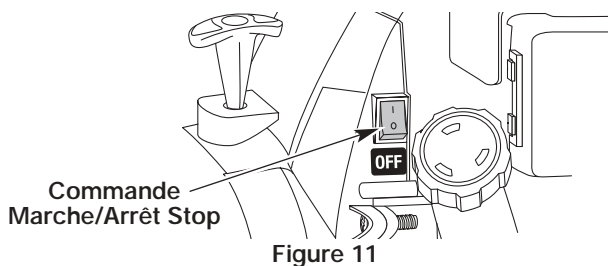

Figure 11
3. Mettez la commande de Démarrage / Arrêt en position de **DÉMARRAGE [I]** (Fig. 11).
1. Mettez la commande de Démarrage / Arrêt en position de **DÉMARRAGE [I]** (Fig. 11).
2. Mettez la commande Marche/Arrêt Stop en position **ARRÊT (O)** (Fig. 11).